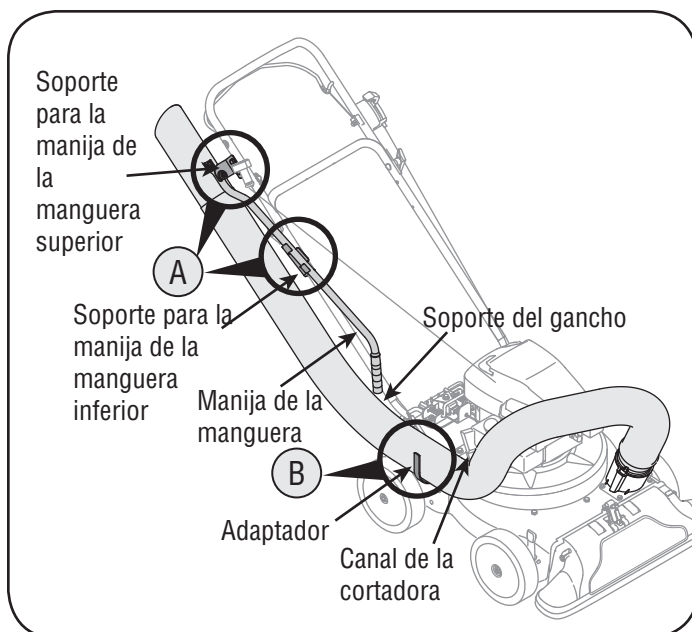

Figura 6
- b. Sitúe el caño de la manguera en el gancho de soporte junto al canal de la cortadora. Vea la figura 6.